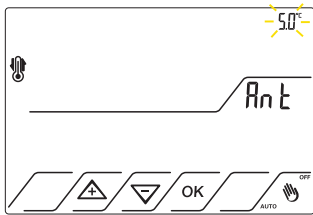

Fig.38
10.4.4 Premere i tasti  o  per impostare il valore di temperatura Antigelo desiderata. Fig.38